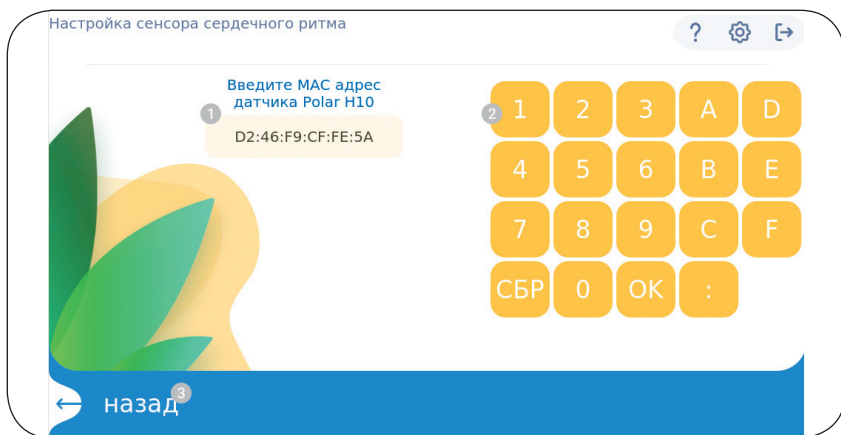

Рисунок 22
Экран подключения датчика ЧСС состоит из следующих элементов (см.рис. 22):
2. Войти в меню настройки датчика сердечных сокращений (см. раздел 7.7) и нажать кнопку «настройка датчика». Откроется окно ввода MAC-адреса (рис. 22). Используя экранную клавиатуру ввести MAC-адрес датчика и нажать на кнопку «OK». Для выхода из меню нажать кнопку «Назад».